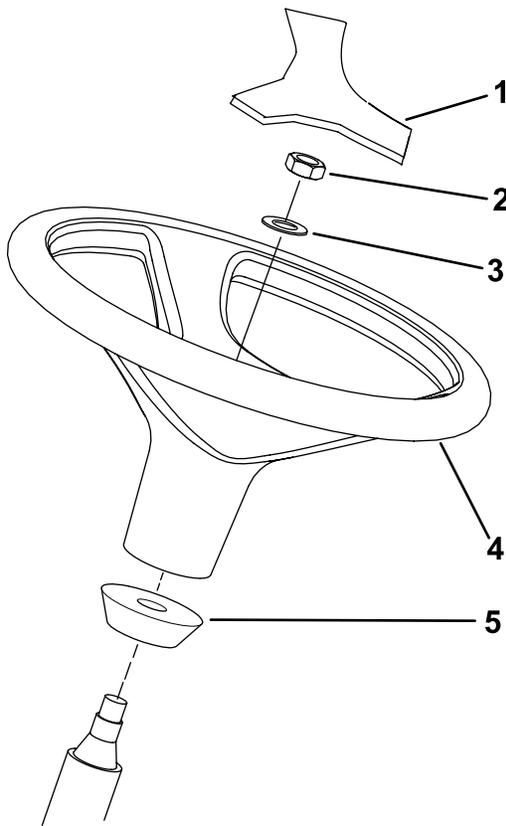

Figura 14
- 1. Retire el volante del calzo de transporte (Figura 14).
**Nota:** Asegúrese de que el collar de espuma permanece en el eje de dirección (Figura 14).
3. Deslice el volante y la arandela sobre la columna de dirección (Figura 14).
5. Monte la tapa en el volante (Figura 14).